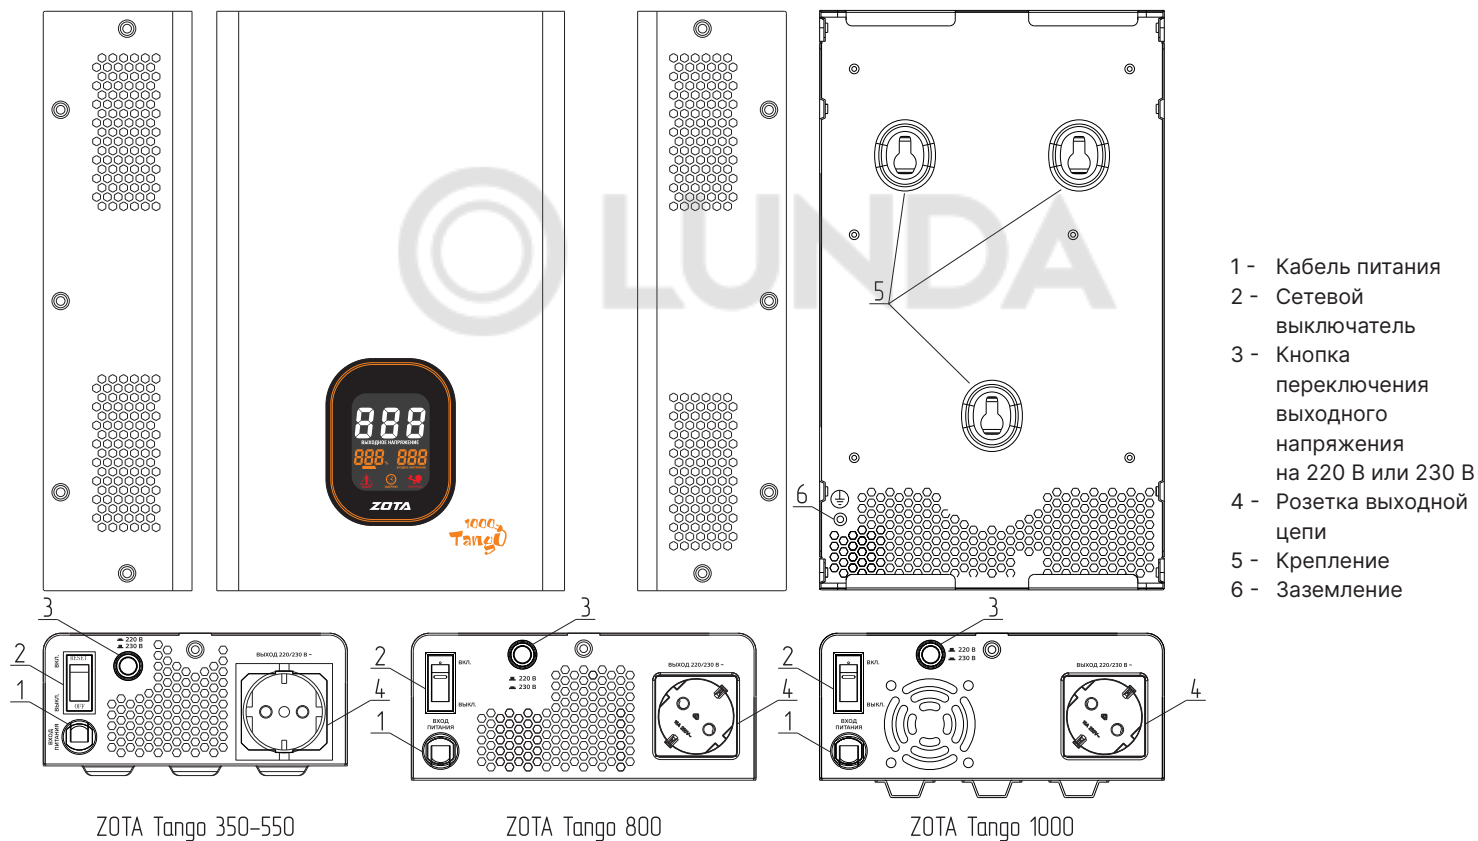

Рис. 5 Устройство стабилизатора ZOTA Tango
4. Перед подключением убедитесь, что сетевой выключатель (**Рис. 5, поз. 2**) находится в положении «Выкл»;
5. Подключите нагрузку в розетку выходной цепи (**Рис. 5, поз. 4**);
6. Подключите шнур питания (**Рис. 5, поз. 1**) в сеть.
1. Установите сетевой выключатель (**Рис. 5, поз. 2**) в положение «ВКЛ», чтобы включить стабилизатор;
2. Установите необходимое выходное напряжение с помощью кнопки (**Рис. 5, поз. 3**).
1. Переведите сетевой выключатель (**Рис. 5, поз. 2**) в положение «ВЫКЛ», чтобы отключить питание от сети;